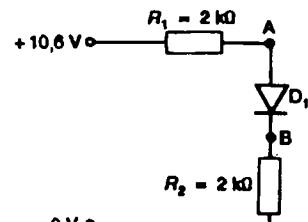

Figura Q.1
- 2 Fie figura Q.1. Dacă D_1 este o diodă cu siliciu, tensiunea dintre punctele A și B va fi de:
- 3 Fie figura Q.1. Tensiunea pe R_1 este: